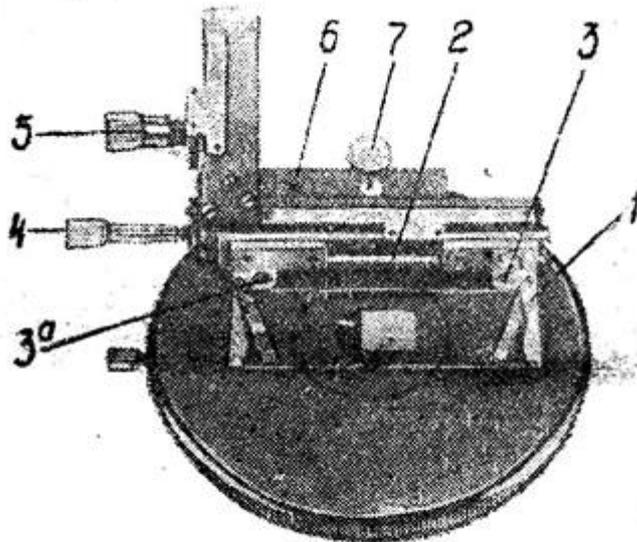

Рис. 2.
Stellen Sie den linken Halter (wenn die Zahlen dem Beobachter zugewandt sind) so ein, dass die Markierungen des Fußes und der Führung gleich sind. Verlängern Sie den rechten Fuß auf die volle Länge des Präparationsglases. Legen Sie den Objektführer ST-5 in dieser Position auf den Mikroskoptisch. In diesem Fall sollten die Stifte der Befestigungsschiene (6) in die entsprechenden Löcher des Objektisches eintreten. Die Stellschraube (7) fixiert schließlich die Position des Objekts auf dem Mikroskoptisch. Als nächstes legen Sie das Präparatglas auf den Tisch vorsichtig zwischen die Halter, um das Glas nicht zu zerbrechen, schieben Sie den rechten Fuß daran. Drücken Sie von oben mit den Federn wie in Abb. 2 dargestellt auf das Glas (das Glas sollte an den Vorsprüngen der Beine anliegen).